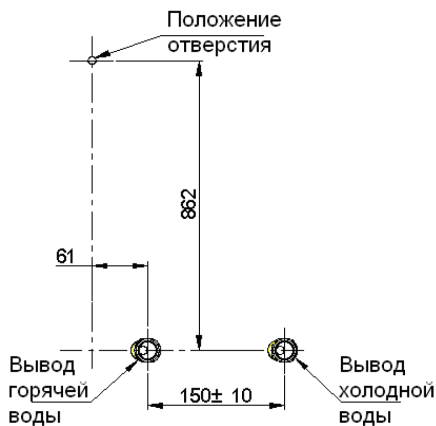

Рис. 6
3. Разметьте на стене положение отверстий для крепежа – линейкой отметьте расстояние по вертикали от центра выходов водоснабжения до центра крепления, равное 925 мм (рис.6) и просверлите отверстие.